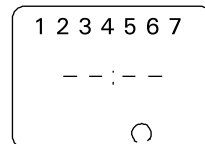

Рисунок 11.
- выберите с помощью кнопки ручного выбора необходимый режим. Открытая дуга означает, что каменка выключится в запрограммированный момент. (Рис. 11)